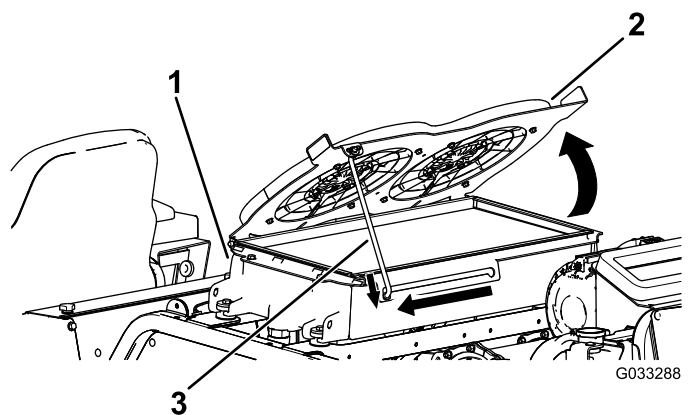

Figura 116
- Ruotate le ventole di raffreddamento idraulico verso l'alto e bloccate l'asta di sostegno nella tacca (Figura 116).